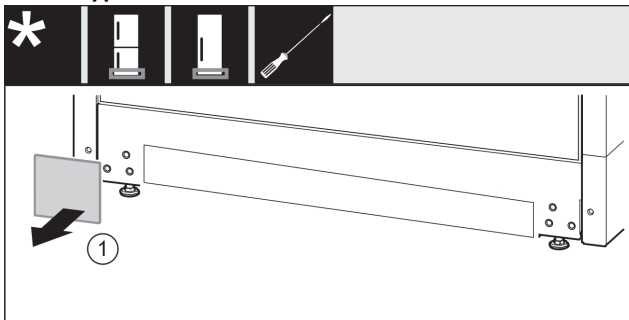

Fig. 35
- ▶ Свадете капака. Fig. 35 (1)